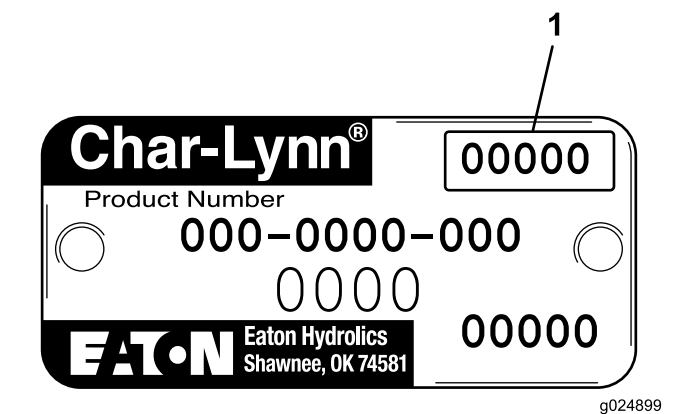

Figure 2
4. Le code de la date julienne (Figure 2) confirme que le moteur fait partie du lot affecté. Les moteurs affectés ont un code date compris entre 14311 et 19511.